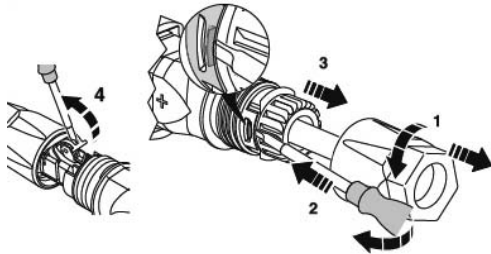

Abbildung 34
3.1 Kabel lösen (Abbildung 34)